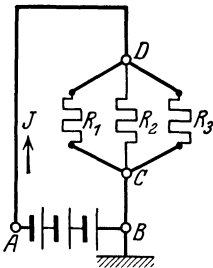

Abb. 15. Schaltung zu Aufgabe 74.
74. Gegeben sind 3 [5] hintereinandergeschaltete Elemente von je 1,1 [1,8] V EMK und einem inneren Widerstand von je 1,2 [0,24]  $\Omega$ . Die Widerstände des äußeren Stromkreises sind:  $R_1 = 2$  [3]  $\Omega$ ;  $R_2 = 3$  [4]  $\Omega$ ;  $R_3 = 4$  [5]  $\Omega$ ;  $R_{\overline{AD}} = 5$  [7]  $\Omega$  und  $R_{\overline{BC}} = 1$  [2]  $\Omega$ . Der Punkt B ist, wie aus der Abb. 15 ersichtlich